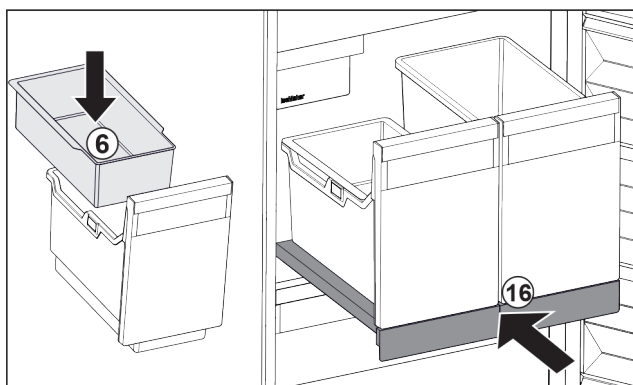

Fig. 107
- Sett inn brettet Fig. 107 (6) for isbiter.
- Skyv inn uttrekksplaten med beholder (IceTower). Fig. 107 (16)